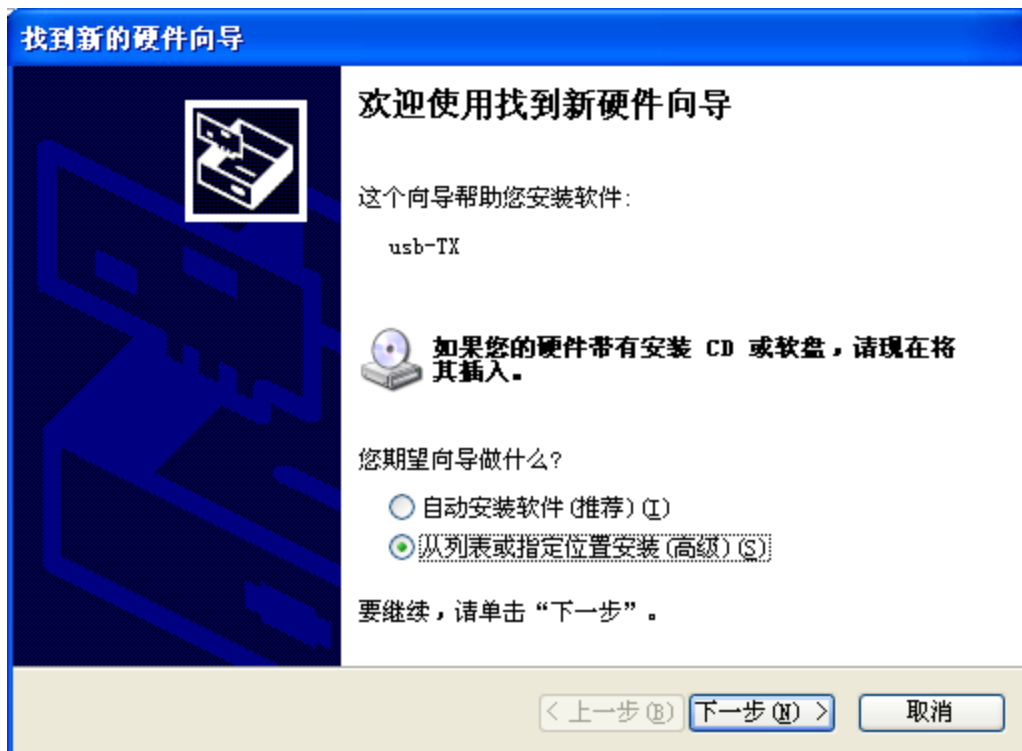

图 2-1
3. 电脑上出现“发现新硬件”的提示，并要求安装硬件驱动，如图 2-1 所示。